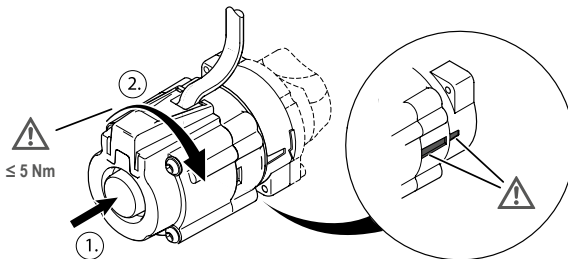

Fig. 14: Heatfixx Pumpe in Betriebsposition
- Durch eine Drehung um 90° im Uhrzeigersinn öffnet sich der Durchfluss (Fig. 14).